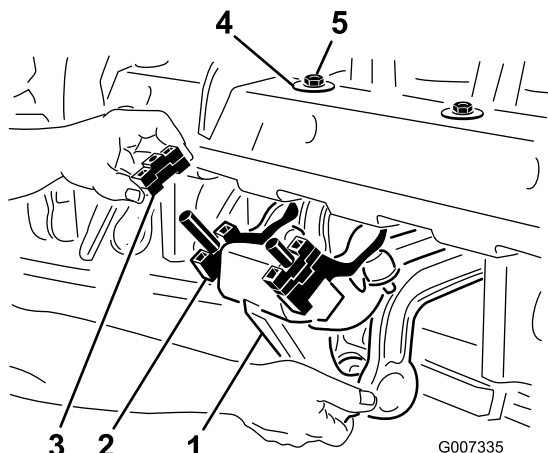

Рисунок 25
1. Отверните 2 контргайки (1/2 дюйма) крепления узла амортизатора Rotalink к нижней поверхности рамы аэраторного вала (Рисунок 25).
2. Опустите узел амортизатора, чтобы открыть доступ к разделителям (Рисунок 25).
4. Снова присоедините узел амортизатора к раме аэраторного вала. Убедитесь, что полушайба установлена на раму аэраторного вала, как показано на Рисунок 25. Затяните 2 контргайки.